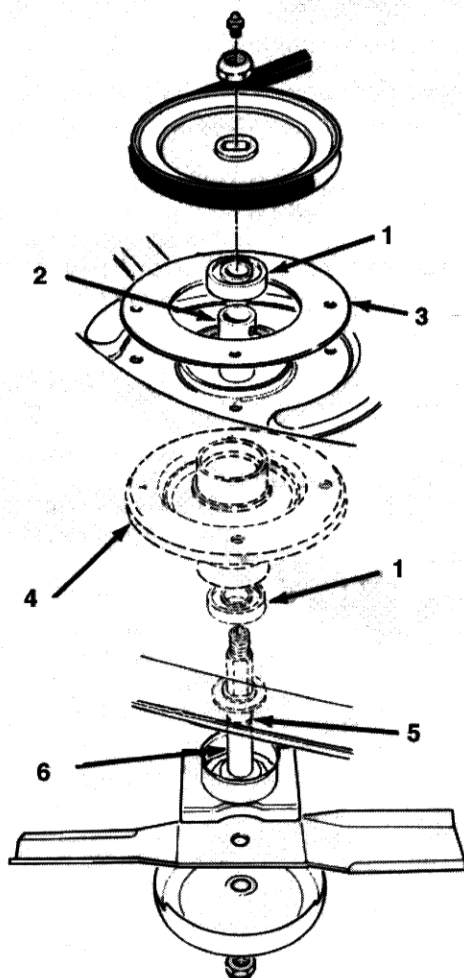

Fig 13
8. Lad remskiveenden af den samlede spindel glide gennem hullet i klippeenheden. Sæt den samlede spindel fast med støttingen, skruerne og møtrikkerne (Fig. 13).